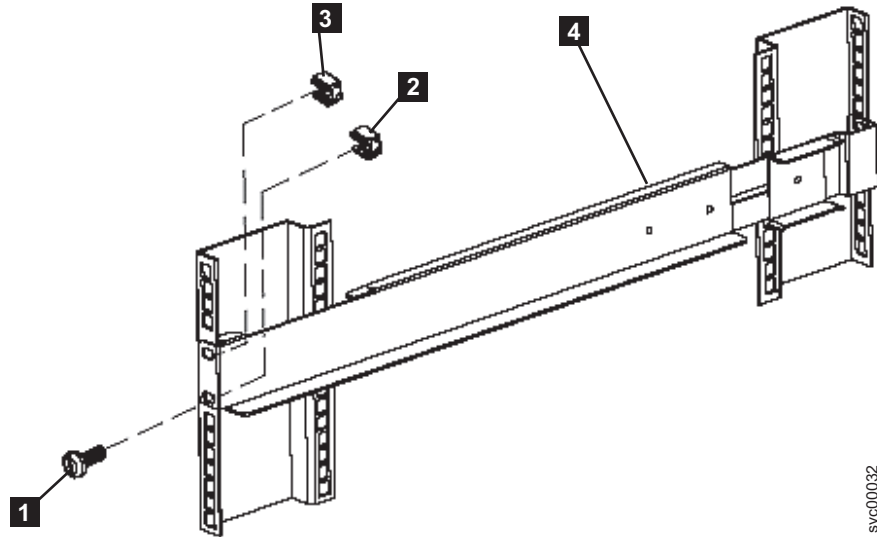

図 246. 2145 UPS-1U への前面レールの固定
8. 1 つの M6 × 10 ねじと 1 つのクリップ・ナット **1** (285 ページの図 246) を使用して、レールの下部の穴のみをラックの前面に取り付けます。